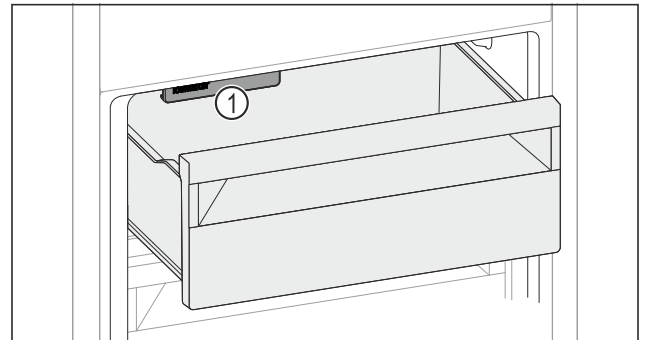

Fig. 132
- ▶ IceMaker Fig. 132 (1) berücksichtigen.